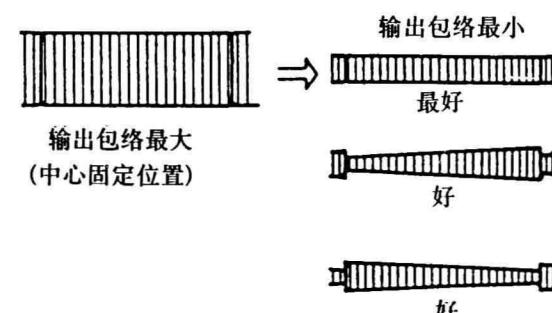
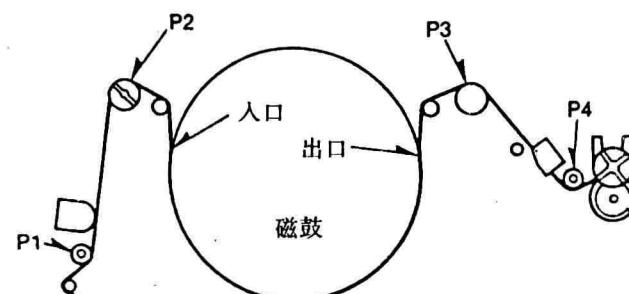

图54
图55
⑦顺时针和逆时针转动寻迹旋钮, 使输出包络在不同情况下近似于平行的波形, 如图54所示, 导柱P2和P3的位置如图55所示;